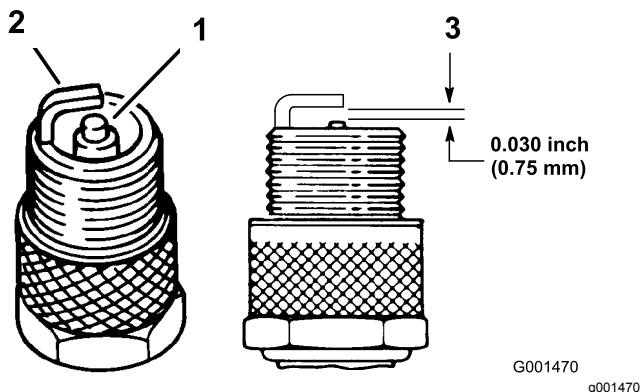

Figura 19
1. Mire la parte central de las bujías (Figura 19). Si se observa un color gris o marrón claro en el aislante, el motor está funcionando correctamente. Si el aislante aparece de color negro, significa que el limpiador de aire está sucio.
2. Compruebe la distancia entre los electrodos central y lateral (Figura 19). Si la distancia no es correcta, doble el electrodo lateral (Figura 19).
3. Conecte los cables a las bujías (Figura 19).